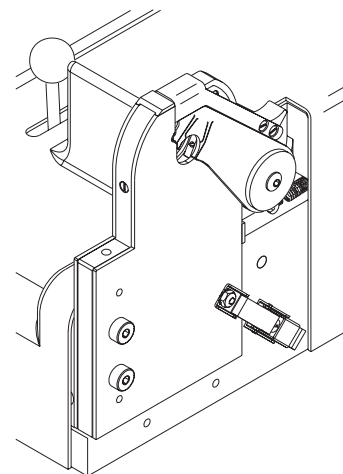

Figure 29 アーク・シールド(閉位置)
6. アーク・シールドが closed(閉)位置になっていることを確認します。**Fig.29**をご参照ください。